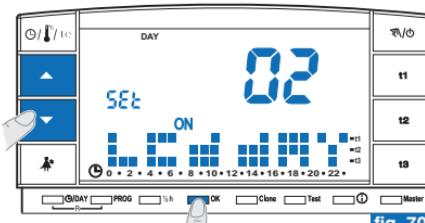

fig. 70
- Desde la pantalla de visualización del contraste de la pantalla (ejemplo fig. 69) pulsar las teclas **▲▼** para visualizar el nivel “**02**” **LCd dAY** (ejemplo fig. 70).